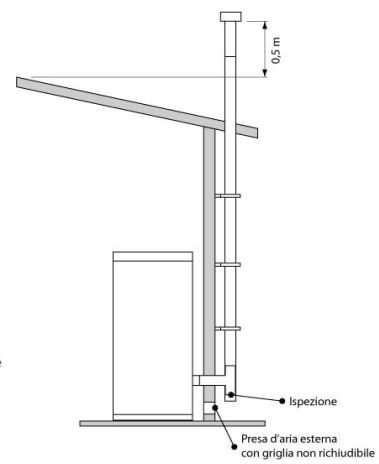

Fig.13
- Deben ser utilizados únicamente tubos aislados (doble pared) de acero inoxidable fijados al edificio (fig.13).
- En la fig. 13 está representada la solución que se debe adoptar en caso de que se desee utilizar un conducto de humos exterior.